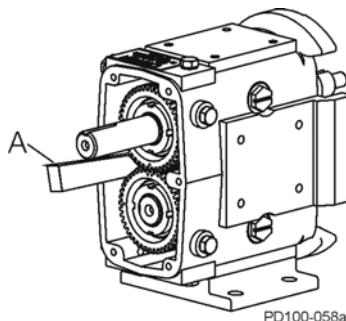

**Abbildung 13 - Abnehmen des Getriebegehäusedeckels**
1. Entfernen Sie den Ölablassstopfen ((Abbildung 13, Pos. 24D) und lassen Sie das Öl ab.